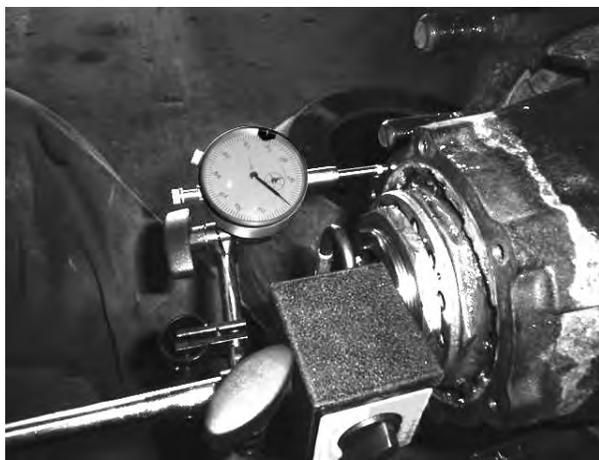

Figura 4: Revisando el Juego Axial
Indicador de Carátula, con soporte de montaje (resolución de 0.0001", 0.002 mm)	Medición de juego axial (Figura 4 en página 8)
- 4. **Fije** indicador de carátula (Tabla 2) con base magnética en una superficie plana en el extremo de la espiga (Figura 4).